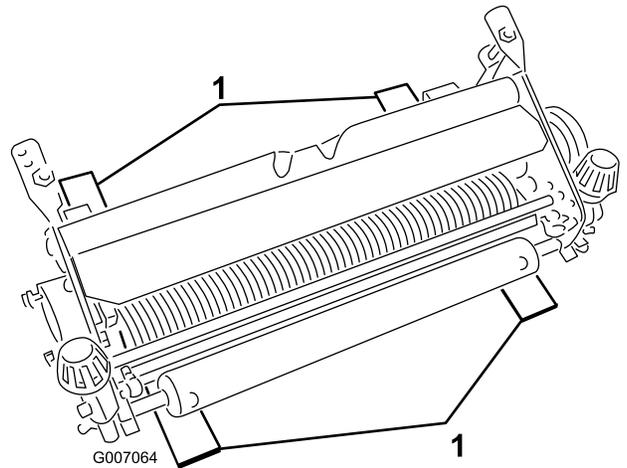

图 4
2. 将 4 个所需厚度为刀片穿透深度的调刀尺分别放在切根滚刀组前、后滚筒的下面 图 4。